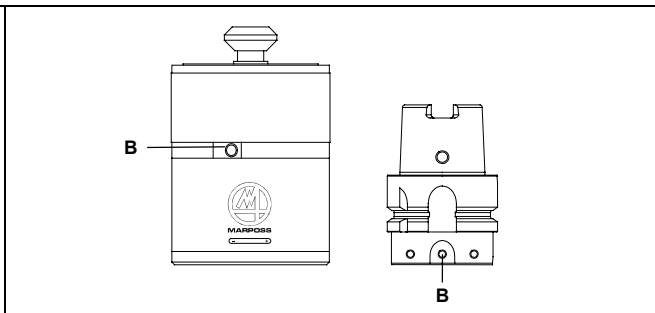

Figura 16-2
El grupo soporte aire de limpieza (A) debe fijarse en los respectivos orificios (B) presentes en el transmisor y en el cono (Figura 16-2). La presión de aire suministrada debe ser ≤ 6 bar (88.175psi).